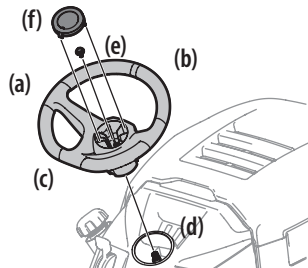

Figura 14
1. Con las ruedas del tractor apuntando recto hacia adelante, alinee el volante (a) usando la línea central (b) de la parte delantera del volante (a) que apunta hacia adelante y la sección plana (c) del volante (a) orientada hacia el asiento, coloque el volante (a) sobre el árbol de la dirección (d). Consulte la Figura 14.
NOTA: El perno hexagonal (e) que asegura el volante (a) tiene sellador de rosca; de modo que si se lo extrae, se recomienda reemplazar el perno hexagonal (e) o volver a aplicarle sellador de rosca. Consulte la Figura 14.